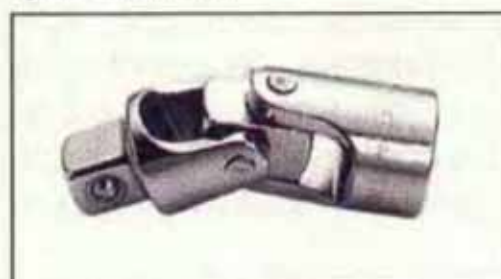

Рис.6. Карданный шарнир.
**Карданные шарниры** (рис. 6) позволяют прикладывать усилие к насадке под углом к продольной оси крепежа при работе в труднодоступных местах.